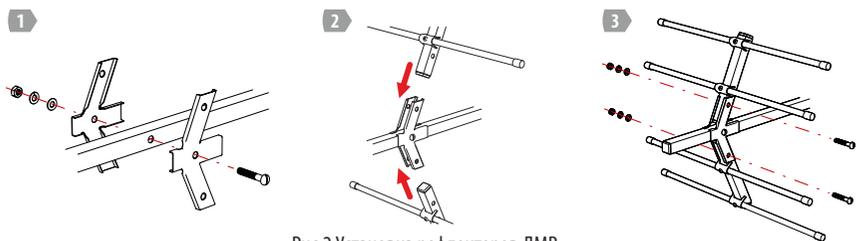

Рис.2 Установка рефлекторов ДМВ
6.2 Установите два элемента ДМВ-рефлектора как показано на рис.2